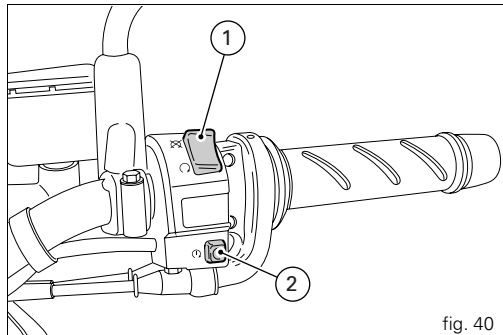

fig. 40
- 2) S'assurer que le commutateur d'arrêt (1, fig. 40) est en position  (RUN), puis appuyer sur le bouton de démarrage (2).